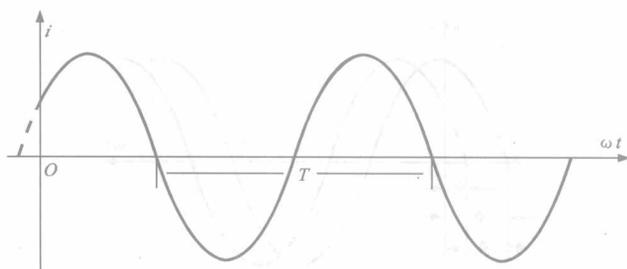

图 1-8 角频率和频率的关系图
(4) 角频率：正弦量单位时间内变化的弧度数，用“ ω ”表示，单位是弧度/秒，用字母“rad/s”表示，如图 1-8 所示：